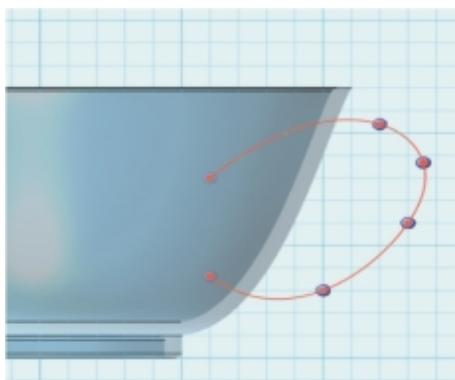

图7-2-17 杯柄路径线
⑩绘制杯柄路径线。再次使用“曲线”草图绘制功能，选择网格面为绘制平面。绘制杯柄的路径线，注意路径线起始点落于杯体内部，如图7-2-17所示。绘制完成后单击，退出草图模式。